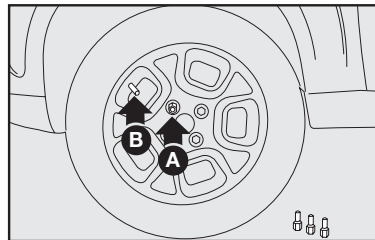

fig. 6
7) Apriete el primer tornillo A-fig. 6, en el orificio más cercano a la válvula de inflado B.